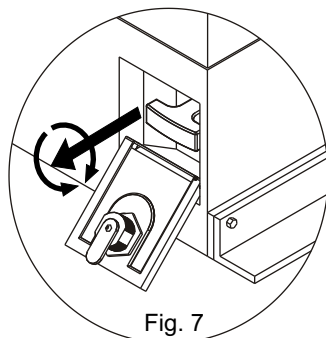

Fig. 7
- Tirer la poignée du déverrouillage vers l'extérieur vaincant la résistance du ressort intérieur (Fig. 7).